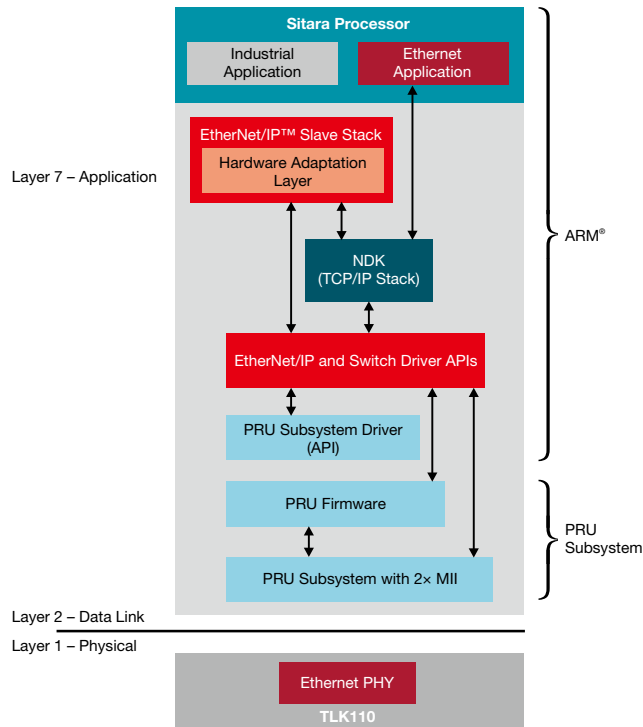

図 13. EtherNet/IP スレーブのソフトウェア・アーキテクチャ。
図13に示すように、TI Sitaraデバイス上のEtherNet/IPスレーブの実装は、次の3つのソフトウェア・コンポーネントで構成されます。(1) PRU内でレイヤ2の機能を実装するマイクロコード、(2) Armプロセッサで動作するEtherNet/IPスレーブ・スタック、(3) 産業用アプリケーション。TIでは、プロトコル・アダプテーション層やデバイス・ドライバなど、追加のサポート・コンポーネントをソフトウェア開発キット内で提供しています。